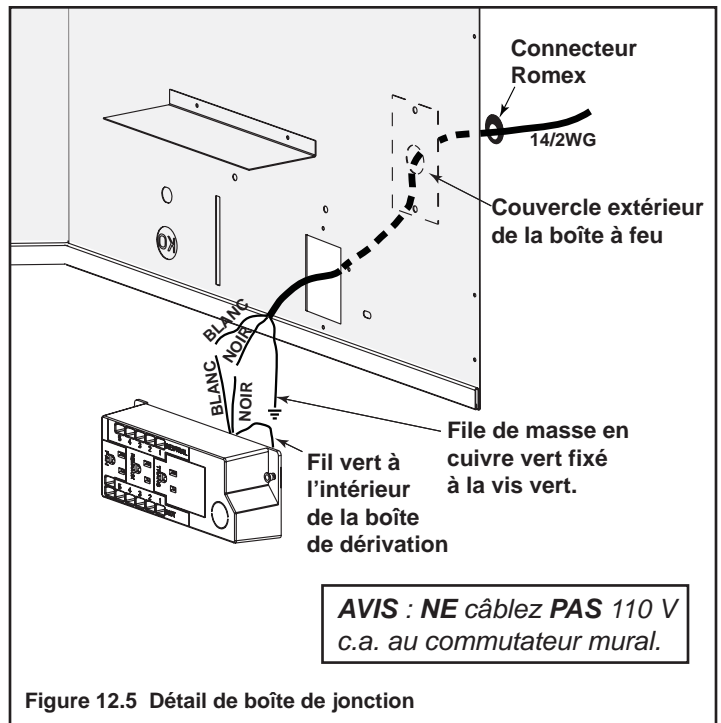

Figure 12.5 Détail de boîte de jonction
- Enlevez les vis qui attachent la boîte de dérivation au mur extérieur, tournez la boîte de dérivation vers l'intérieur pour la détacher de la paroi extérieure (voir la Figure 12.5).
- Tirer les câbles de l'extérieur du foyer à travers cette ouverture jusqu'à la boîte de valve et fixer les fils à l'aide d'un connecteur Romex. Voir la Figure 12.5.